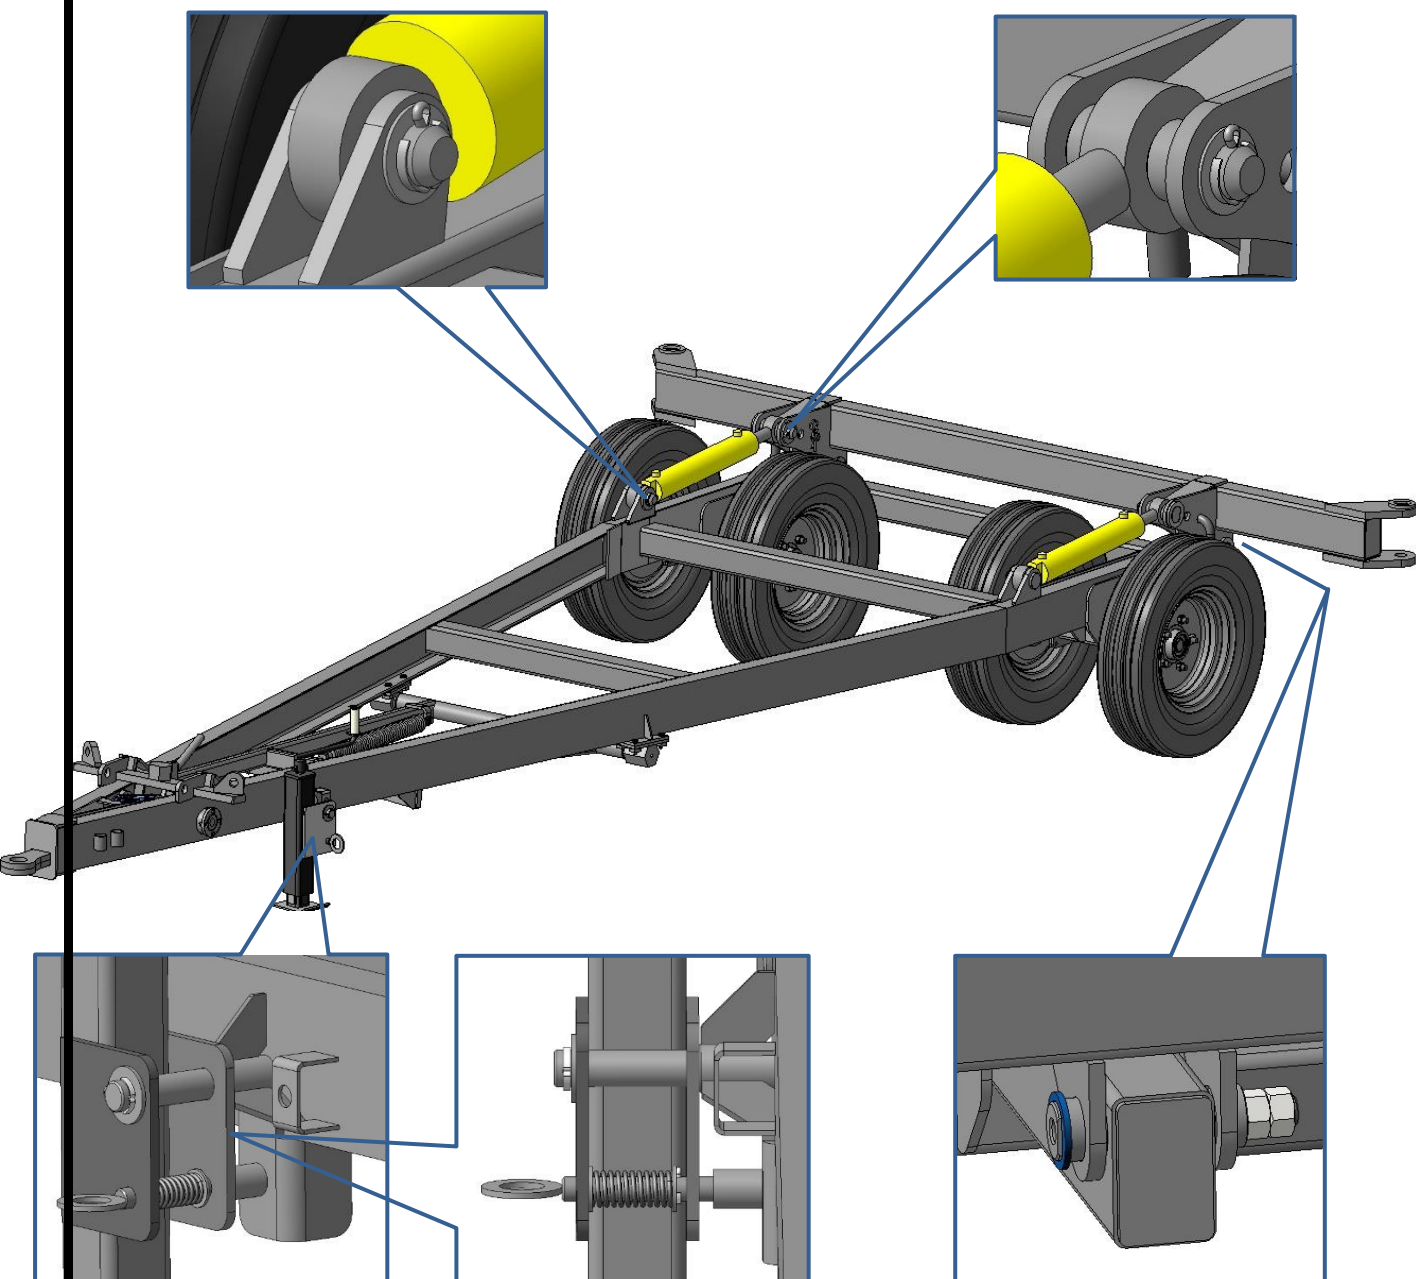

Рисунок 12 – Сборка сницы с рамой
- установить на сницу колеса и домкрат (рисунок 12);